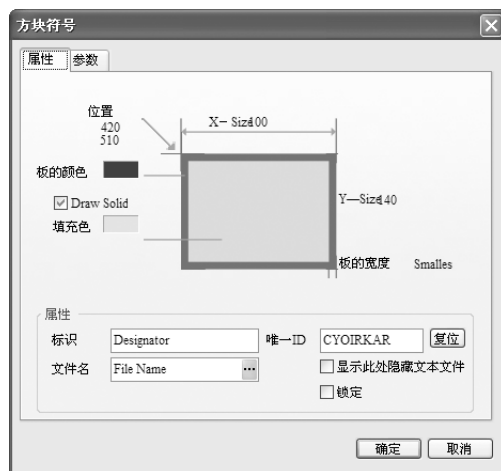

图 5-3 “方块符号”对话框
6) 设置原理图符号的属性。双击需要设置属性的原理图符号或在绘制状态时按〈Tab〉键，系统将弹出相应的“方块符号”对话框，如图 5-3 所示。原理图符号属性的主要参数含义如下：